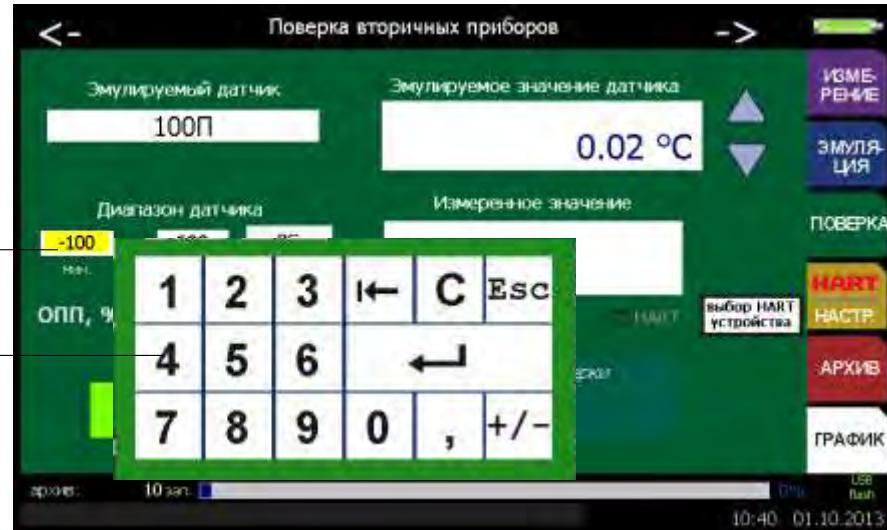

Рисунок 2.41
2.6.3.3 Параметр «**Диапазон датчика**» – информация об установленных значениях верхнего и нижнего пределах диапазона измерений прибора, с которым предполагается работа ИКСУ-2012. При необходимости возможно редактирование с помощью виртуальной клавиатуры (см. п. 2.5.4.1, рисунок 2.41).